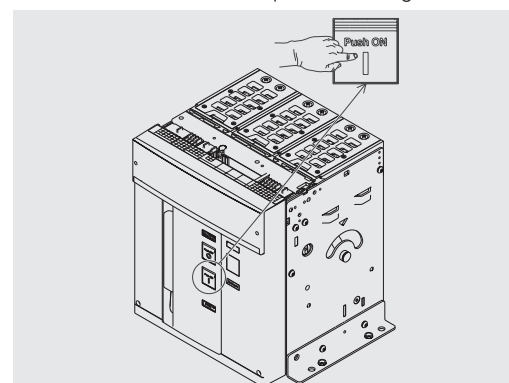

Figure 73
4. Fermeture - Appuyer sur le bouton de fermeture "I - Push ON" comme indiqué dans la Figure 73.